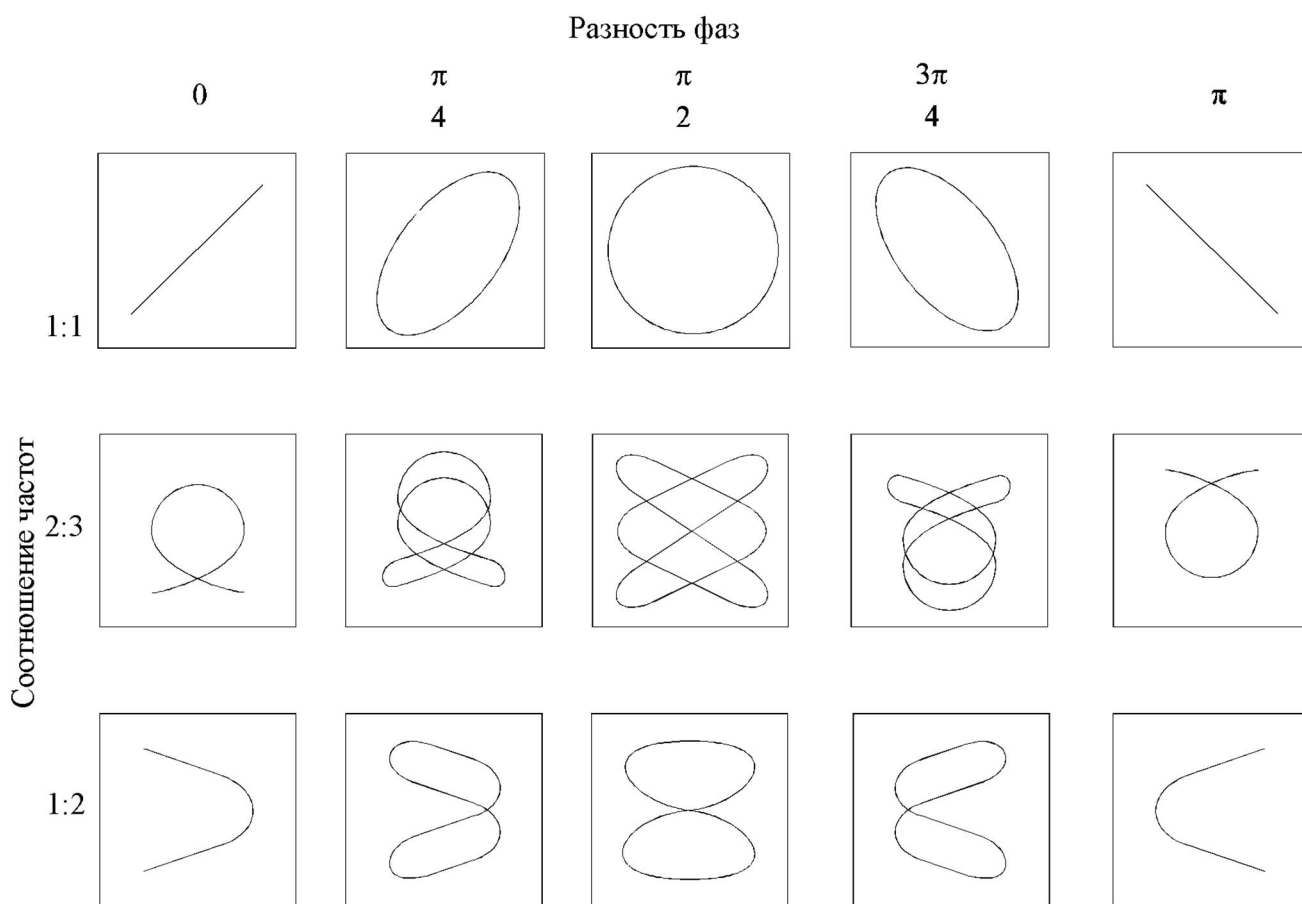

Рис.14. Интерференционные фигуры (фигуры Лиссажу).
3.4. Ознакомиться с интерференционными фигурами (фигуры Лиссажу) на Рис.14.